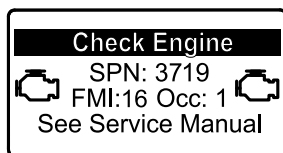

図 27
- ・ 駐車再生が必要になると、インフォセンターにエンジン警告 SPN 3719, FMI 16 図 27 が表示され、エンジン出力が 85% にダウンします。